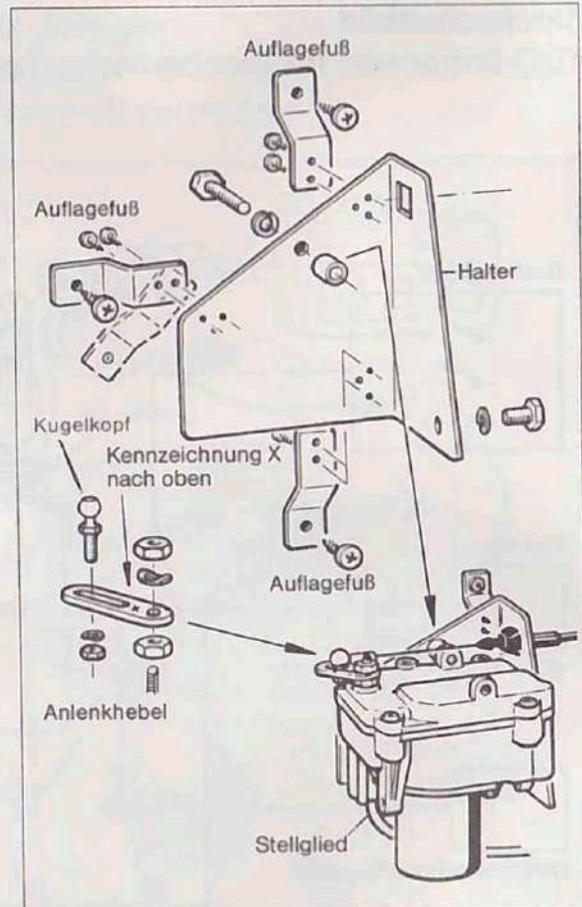

Bild 1
- ① 3-Knopf-Bedieneinheit
- ② Geschwindigkeitsgeber
- ③ Elektronischer Regler
- ④ Elektrisches Stellglied
**1. Vor dem Einbau Stellglied vormontieren.** Halter am Stellglied befestigen (Bild 1), dann Anlenkhebel mit der Kennzeichnung X nach oben montieren. Auflagefüße noch nicht befestigen.
**3. Auflagefüße am Stellglied-Halter zur Befestigung an der Karosserie montieren.** Die Auflagefüße werden entsprechend der Lage der Befestigungsstelle an der Karosserie individuell (Bild 1) montiert.